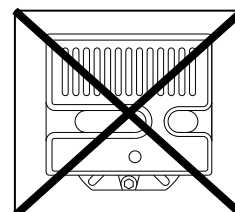

Fig. 7
- El quemador está preparado exclusivamente para funcionar en las posiciones 1, 2, 3 y 4 (Fig. 7).